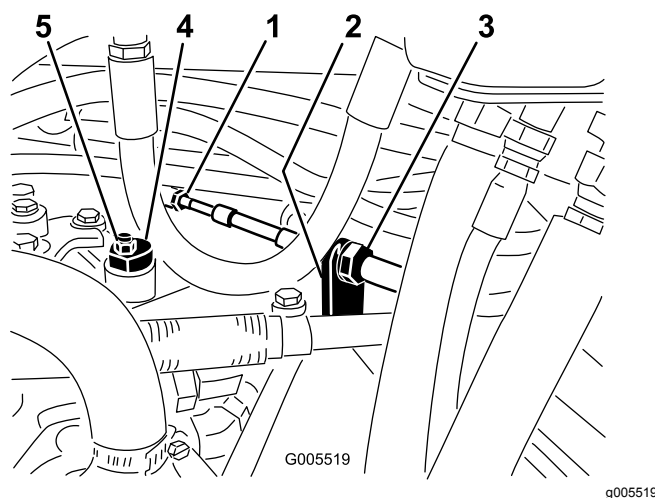

Figura 53
- A. Allentate entrambi i controdadi che fissano il cavo di comando della trazione alla paratia dell'igrostatato (Figura 53). Verificate che i controdadi siano ugualmente allentati, in modo sufficiente da consentire la messa a punto.
Nota: Allentate il dado che fissa l'eccentrico alla parte superiore dell'igrostatato (Figura 53).
- C. Fate girare l'eccentrico finché non riscontrate movimenti in alcuna direzione. Quando la ruota cessa di girare, serrate il dado di bloccaggio dell'eccentrico per mantenere la messa a punto (Figura 53). Verificate la regolazione portando l'acceleratore in posizione Lento e Veloce.
- D. Da ambo i lati della piastra serrate in modo uniforme i dadi che fissano il cavo di trazione alla piastra (Figura 53). Non torcete il cavo.